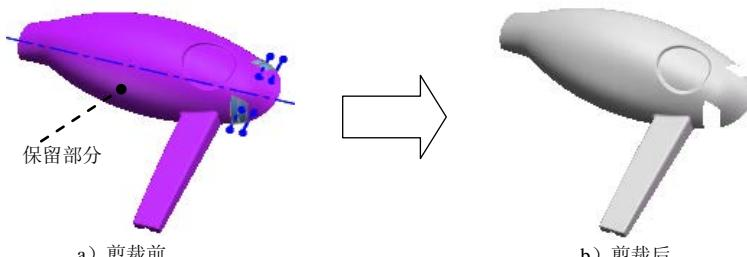

图 6.15.36 曲面-剪裁 2
Step34. 创建图 6.15.36 所示的曲面-剪裁 2。选择下拉菜单 **插入(I) → 曲面(S) → 剪裁曲面(T)...** 命令，选中 **标准(D)** 单选项。选取草图 12 为剪裁对象。选取图 6.15.36a 所示的部分为要保留的部分；其他参数采用系统默认设置值。单击该对话框中的 **✓** 按钮，完成曲面-剪裁 2 的创建。